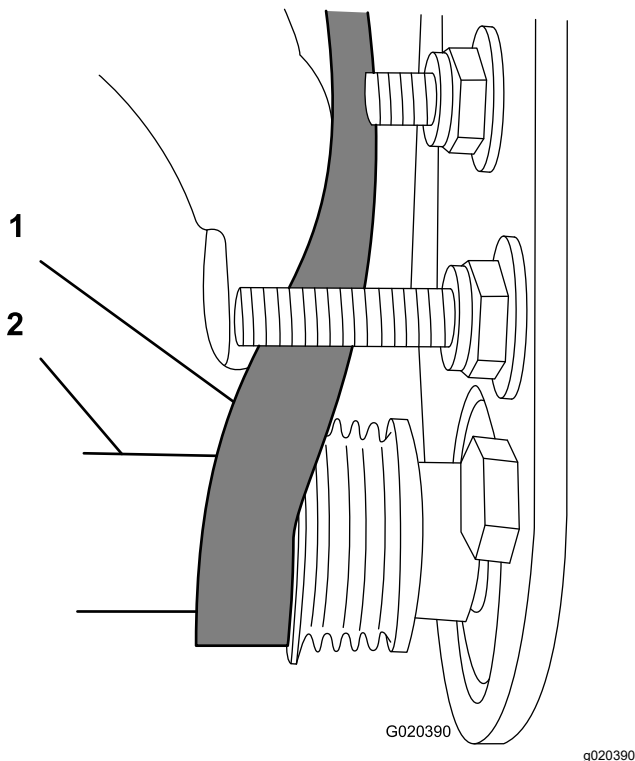

図 14
3. 9/16" 深穴ソケットを使ってブラシアセンブリを回転させながら、ベルトを受動プーリに掛けまわす図 14。